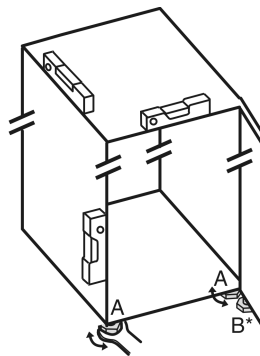

Fig. 27
- ▶ Izmantojot pievienoto uzgriežņu atslēgu atslēgu un līmeņrādi, izskrūvējiet kājiņas Fig. 27 (A), līdz ierīce ir noregulēta stabilā un taisnā stāvoklī.
- ▶ Izmantojot pievienoto uzgriežņu atslēgu, izskrūvējiet kājiņu Fig. 27 (B) no gultņa balsta, līdz tas atrodas uz grīdas.
- ▶ Pagrieziet kājiņu Fig. 27 (B) vēl par 90°.